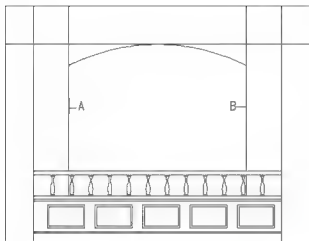
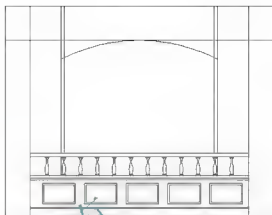

图 5.29 修剪圆
图 5.30 向内偏移 A 线和 B 线
(2) 用【修剪】命令，将图形修剪至如图 5.29 所示。
(3) 启动【偏移】命令，分别将图 5.29 中的 A 线和 B 线向内偏移 50mm，如图 5.30 所示。